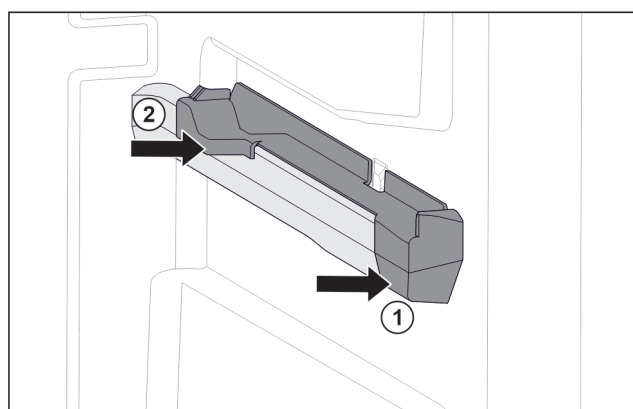

Fig. 85 Вставна частина на правому ребрі для резервуару
- ▶ Одягти вставну частину вперед на ребро резервуару. Fig. 85 (1)
- ▶ Притиснути вставну частину позаду. Fig. 85 (2)